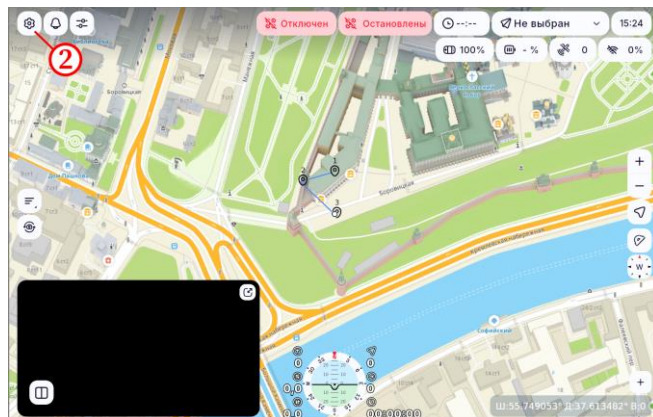

Рисунок 69
- в главном окне ПО нажать на кнопку  (рисунок 69, шаг 2);